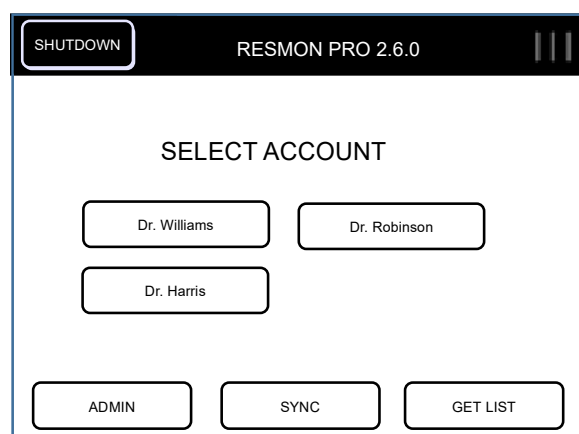

Figura 66 - Schermata Login con il cavo di rete collegato
3. Sulla schermata Login, saranno visibili due pulsanti: *SYNC* (SINC) e *GET LIST* (OTTIENI ELENCO) (Figura 66). Si noti che se non è necessario sincronizzare alcun test (ad esempio perché sono già stati sincronizzati durante una connessione recente alla rete), il pulsante *SYNC* non sarà presente.